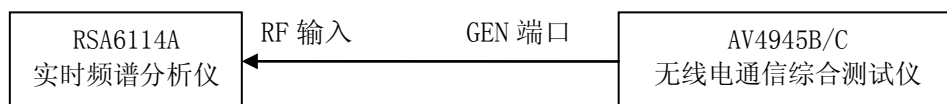

图 6-10 跳频信号发生特性测试框图
- 1) 如图 6-10 连接测试仪器, 设置 AV4945B/C 为射频发射模式, 幅度-10dBm, 列表跳频模式, 跳频起始频率 570MHz, 跳频终止频率 630MHz, 跳频点数 4000, 驻留时间 $5\mu\text{s}$, 切换时间 $5\mu\text{s}$;